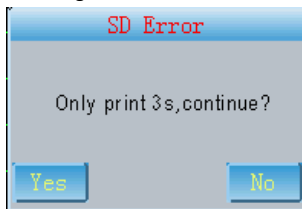

Fig. 7-32
(4) se la memoria della scheda SD non è sufficiente per memorizzare questo caso, verrà visualizzato il messaggio mostrato in Fig.7-32.